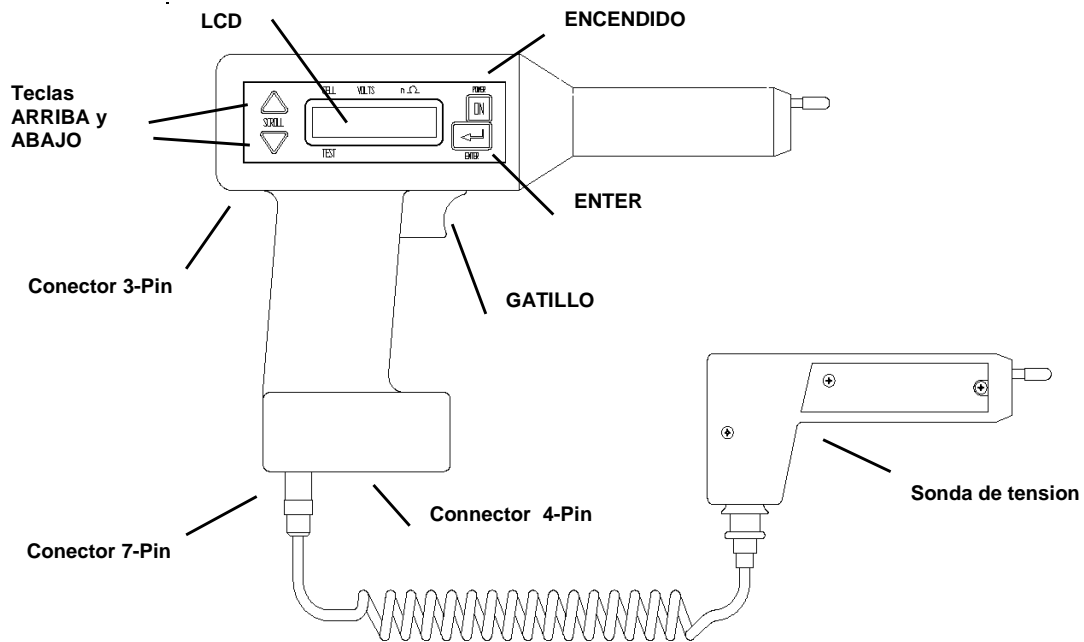

Figura 4-4: Controles, conectores e indicadores del receptor
2. Conecte el enchufe del CT al conector 4-pin del **receptor**. La Figura 4-4 muestra su localizacion.